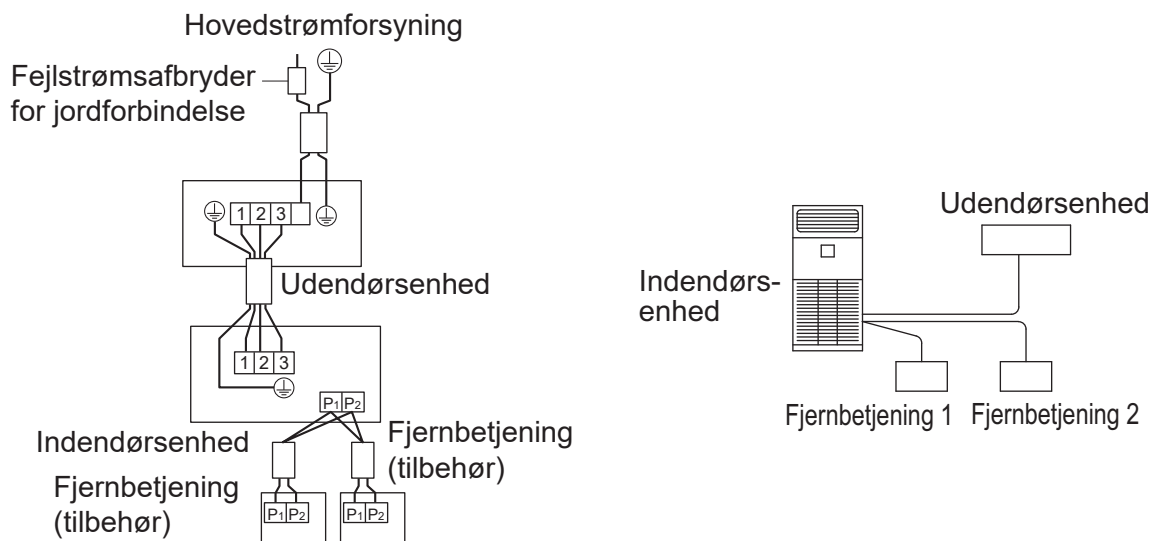

Fig. 37
- **Styring med 2 fjernbetjeninger:** 2 fjernbetjeninger styrer 1 indendørsenhed. (Se fig. 37)
- Før ledning mellem fjernbetjeningen 2 (slave) og terminalen (P1, P2) på klemrækken (X1M) til fjernbetjeningen i kontrolboksen. (Ingen polaritet). (Se fig. 37 og tabel 3)